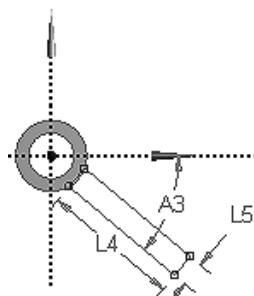

图 3.10.6 草图 2
(1) 绘制图 3.10.6 所示的草图 2。选取 **ZXPlane**，单击“New Sketch”按钮 ，绘制图 3.10.6 所示的截面草图，其中 $A3=40$ ， $L4=136$ ， $L5=24$ 。